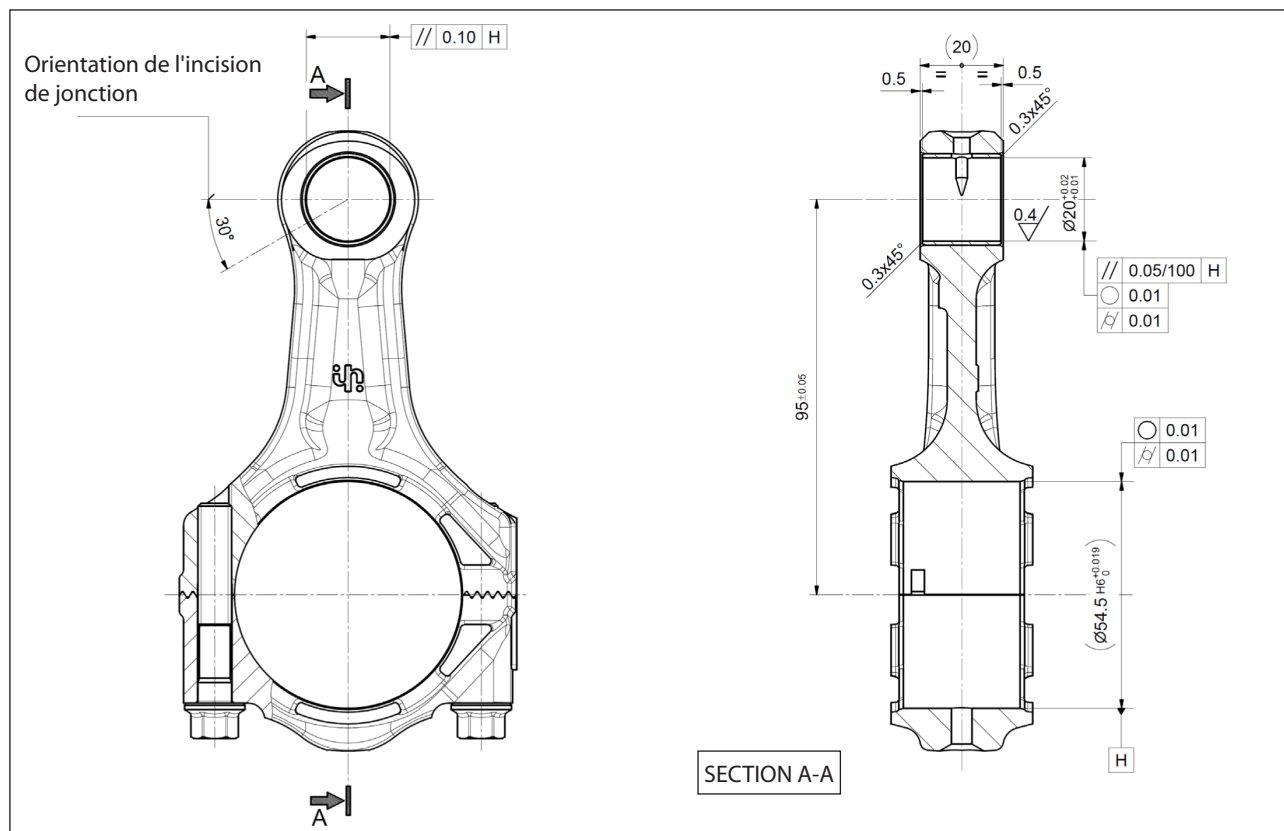

Fig. 51
- l'incision de la jonction doit être orientée comme l'indique la Fig. 51.
Après quoi, procéder aux opérations mécaniques en respectant impérativement les dimensions et les tolérances indiquées Fig. 51.